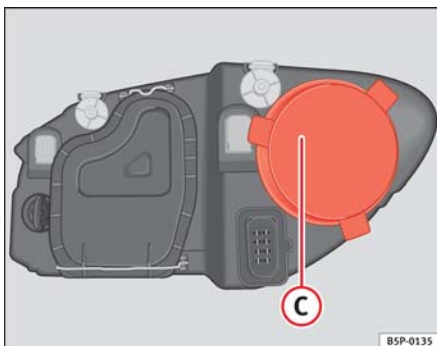

Fig. 169 Luz de carretera
- Retire la tapa ⇒ fig. 169 C tirando de la misma.